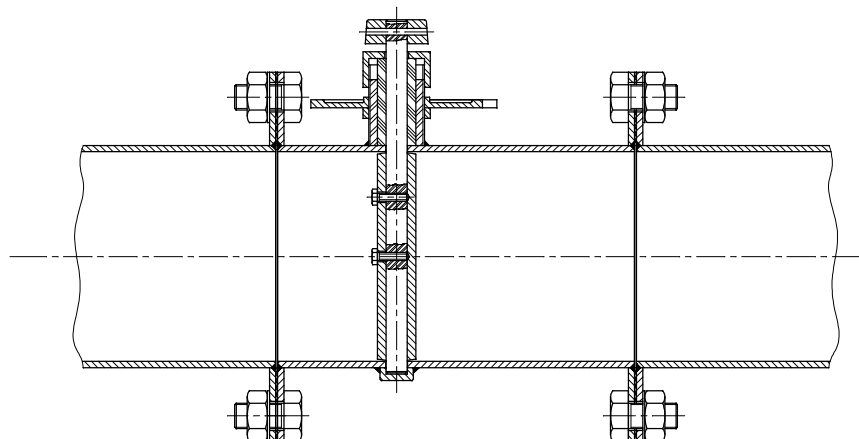

Fig. 2
- 5 – Alinhar a válvula com os flanges, em seguida dar o aperto final aos parafusos, que deve ser feito em forma de cruz. Não apertar excessivamente, apenas o suficiente para a vedação dos flanges (Fig. 2)